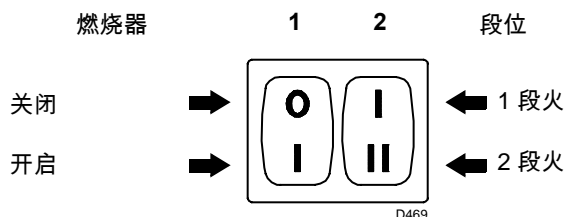
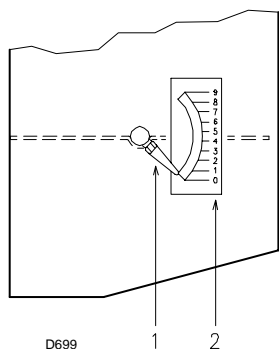
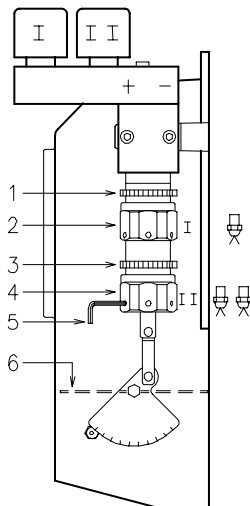

图 22
图 23
图 24
- 若从螺栓 3) 处有油漏出，则油泵注油成功。关闭燃烧器，将开关 1) (图 22 第 20 页) 置于“OFF”位置并拧紧螺栓 3)。
将开关 1) (图 22) 置于“ON”处。
将开关 2) (图 22) 置于一段火运行处以保持燃烧器在一段火时的平稳运行。风量挡板 6) (图 24) 的开启程度必须根据所选喷嘴进行调整；指针 1) (图 23) 必须与标有刻度的扇型刻度盘 7) (图 23) 相应位置对齐。可以用六角螺丝进行调整 2) (图 24)：
刻度 2.3 (图 23) 必须与指针 1) 对齐。
调整结束后，用螺母 1) 将六角螺丝 2) (图 24) 拧紧。
N° = 刻度 2) (图 23)
将开关 2) (图 22 第 20 页) 置于二段火运行位置, 松开螺母 3) (图 24) 后, 转动六角螺丝 4) (图 24) 调整风量挡板 6) (图 24)。
为了方便地调整六角螺丝 2) 和 4) (图 24), 可使用 3 mm 六角扳手 5) (图 24)。